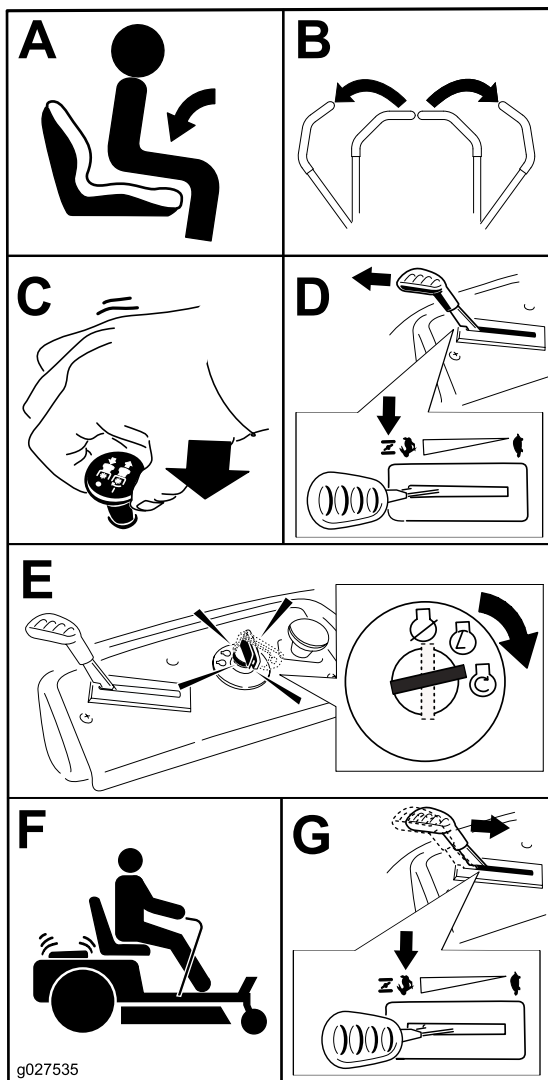

Figura 17
**Nota:** Puede ser necesario sujetar la palanca contra el tope, en la posición Estárter, mientras intenta arrancar el motor (Figura 17).